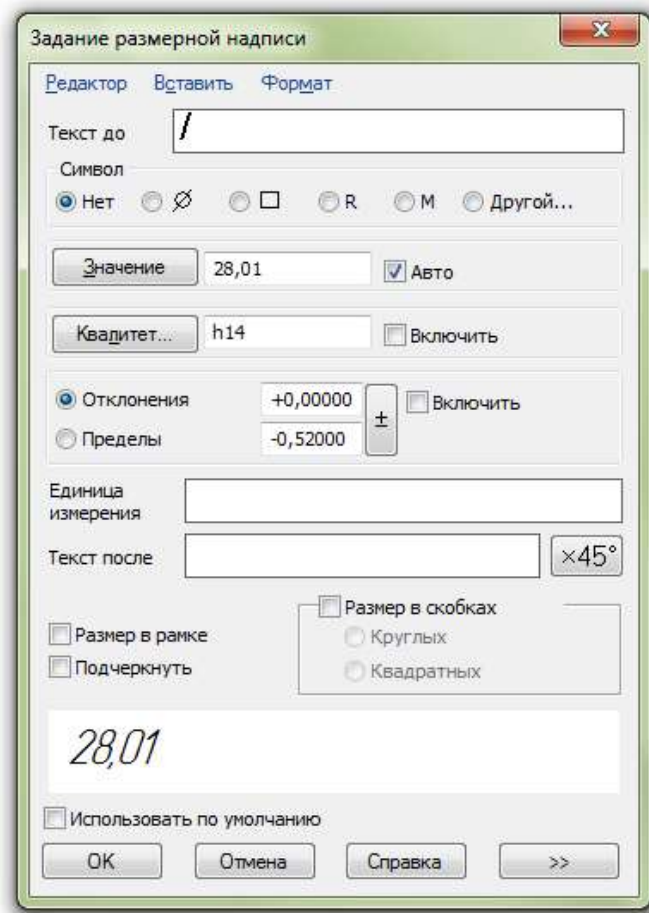

Рис. 18.7
- Чтобы изменить значение размера необходимо щелкнуть по нему 2 раза, появится диалоговое окно **Задание размерной надписи** (рис. 18.7).